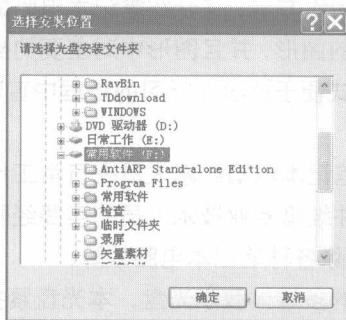

图 3
- ③ 由于光盘长期使用会损伤，旧光驱读盘的能力可能也比较差，因此最好将光盘内容安装到硬盘上观看，把配套光盘保存好作为备份。在光盘主界面中单击【安装光盘】按钮 **安装光盘**，如图2所示，弹出【选择安装位置】对话框，从中选择合适的安装路径，如图3所示，然后单击 **确定** 按钮就可以将光盘内容安装到硬盘中。